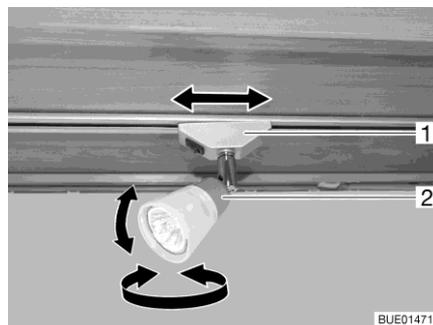

Fig. 32 Fareto
- Orientare l'involucro (Fig. 32,2) del fareto nella posizione desiderata. L'involucro può essere orientato nelle posizioni seguenti:
- Ruotare il supporto (Fig. 32,1) di ca. 45°.
- Ruotare il supporto (Fig. 32,1) di 90°.